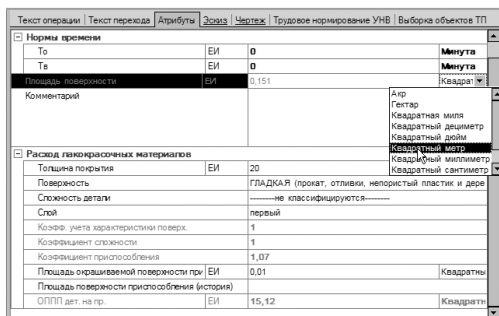

Рисунок 113
- Установите курсор на переходе 2 операции 005 и перейдите на вкладку **Атрибуты**. Укажите толщину покрытия, поверхность, сложность детали, слой2 и площадь окрашиваемой поверхности приспособления так, как показано на рис. 113.